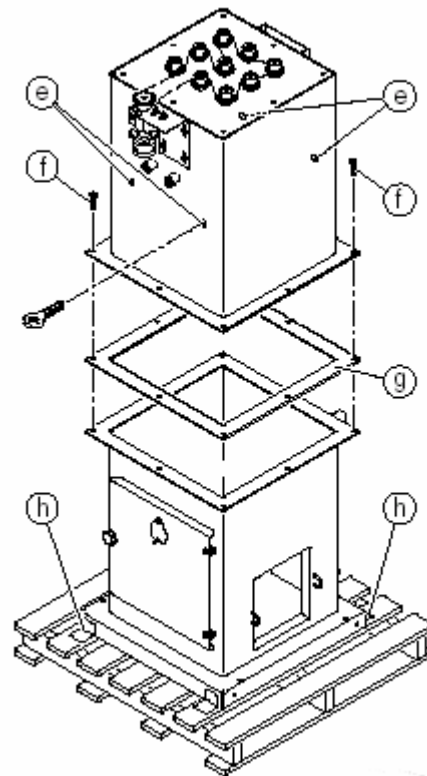

Abb. 14
- Die im Lieferumfang enthaltenen 4 Schraubösen in die dafür vorgesehenen Befestigungspunkte (e) am Kesseloberteil fest einschrauben (Abb. 14).
- 16 Flanschschrauben (f) lösen (Abb. 14).
- Palettenbefestigung (h) der Kesselsockelplatte entfernen. (Abb.14)
- Kesselunterteil unter Berücksichtigung der Mindestabstandsmaße positionieren (Bild 14) und mit den verstellbaren Kesselfüßen waagrecht ausrichten.
- 4 Schraubösen am Kesseloberteil entfernen (Abb. 14 (e)).